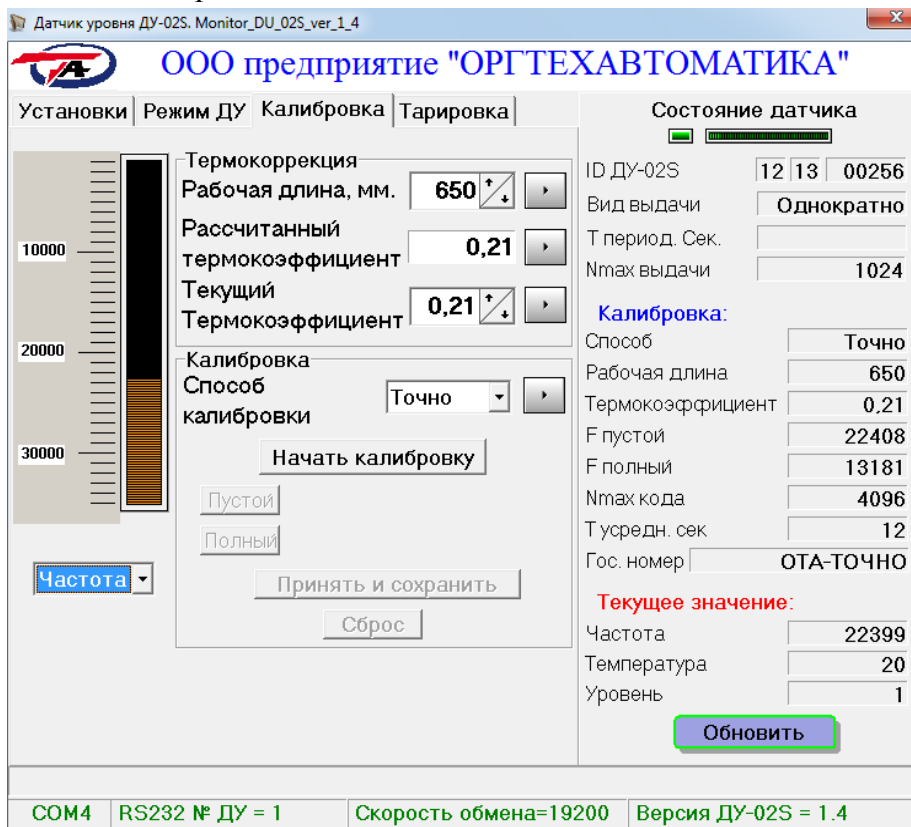

Рис. 4 Вкладка «Калибровка»
2.2.1 Выбрать режим работы «Калибровка». Должна появиться вкладка «Калибровка», показанная на рис. 4.
Кнопку «Сброс» нажимать только в случае возникновения необходимости проведения повторной калибровки или отказе от выполнения калибровки. По нажатию кнопки «Сброс» результаты калибровки аннулируются и на экране ПЭВМ должна отобразиться вкладка, показанная на рис. 4.